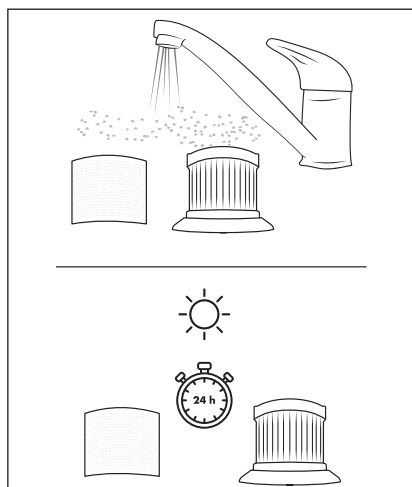

Fig. 13
- 4) Clătiți filtrul EPA **5** și filtrul din oțel inoxidabil **6** sub jet de apă rece sau caldă. Lăsați filtrul EPA **5** și filtrul din oțel inoxidabil **6** să se usuce complet la aer liber înainte de a le introduce din nou în recipientul de praf **2** (a se vedea fig. 13).